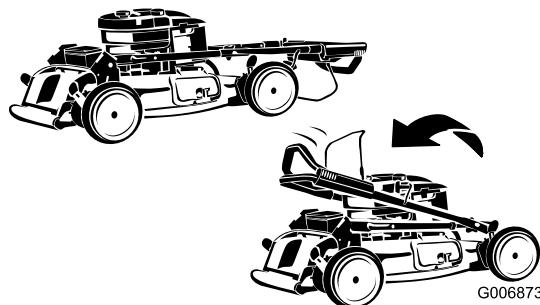

Figure 31
2. Pliez la moitié supérieure du guidon en avant de la manière indiquée (Figure 31).